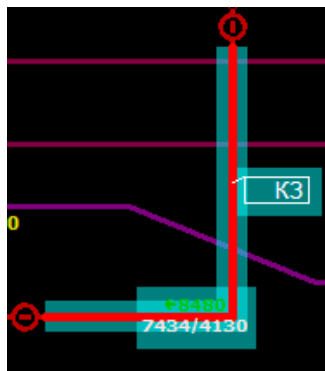

Рисунок 47 – Отображение КЗ на общей схеме.
Выбор места установки КЗ осуществляется с помощью ползунка (1), где '0' — это начало линии, в '100' это конец линии который равен длине линии. Длина линии указана в графе (3), в графе (2) указывается место в котором будет установлено КЗ. Для установки КЗ в выбранном месте нужно нажать кнопку «Установить КЗ» (4). После этого на общей схеме рядом с линией появится обозначение КЗ (рисунок 47).